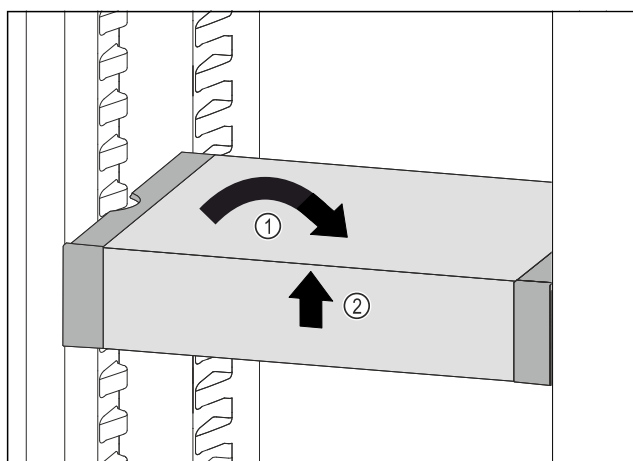

Fig. 176
- Collocare VarioSafe in maniera dritta. Fig. 176 (1)
- Sollevare VarioSafe dal lato anteriore. Fig. 176 (2)